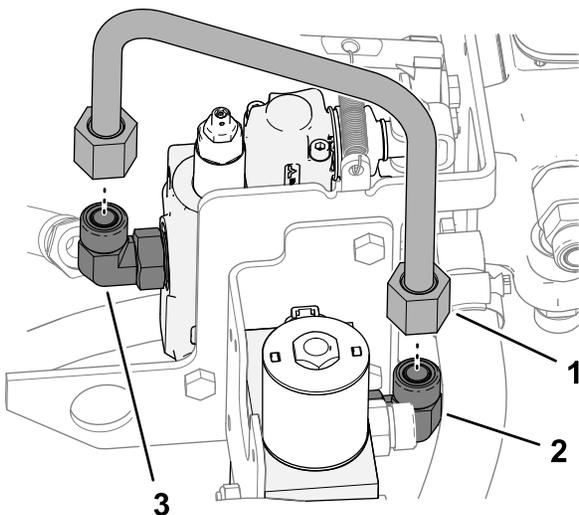

Рисунок 21
1. Подсоедините U-образную трубку к прямоугольному штуцеру в отверстии Р вспомогательного клапана и прямоугольному штуцеру в отверстии А клапана низкого расхода (**Рисунок 21**).